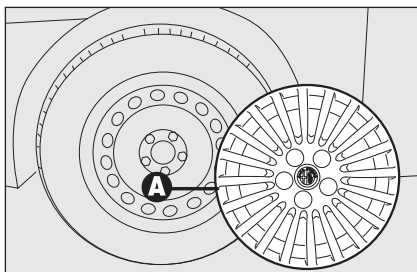

fig. 6
- enlever l'enjoliveur **A-fig. 6** (uniquement versions avec jantes en acier);